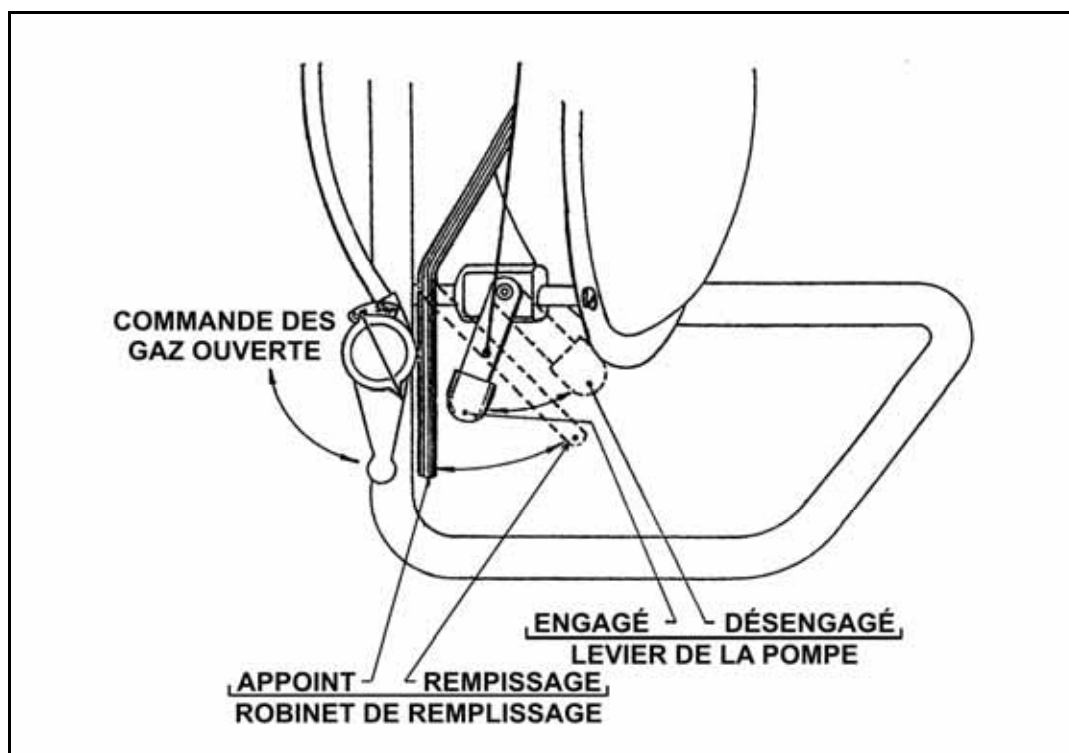

Fig. 2 – Commandes de la pompe et du robinet de remplissage par aspiration
1. Avant de mettre en marche le pulvérisateur, assurez-vous que le levier du robinet de produit chimique est dans la position APPOINT et que la pompe est DÉSENGAGÉE (voir Fig. 2).
3. Mettez le levier du robinet dans la position REMPLISSAGE (voir Fig. 2).